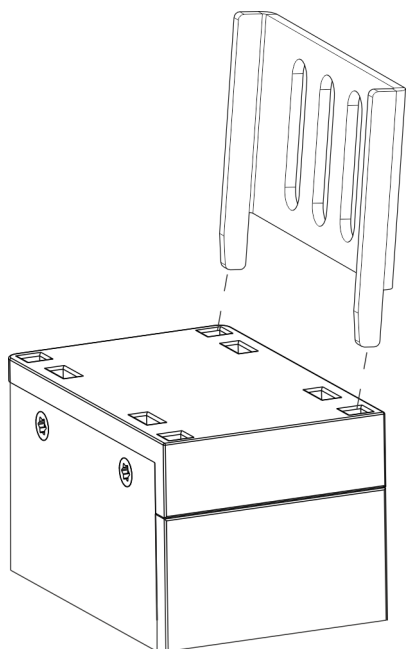

Fig. 19: Montage d'une équerre enfichable
1. ➤ Enfoncer les équerres enfichables des deux côtés dans leurs logements latéraux (Voir la Fig. 19).